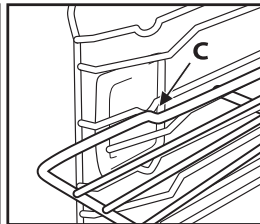

Fig. 3
3. Coloque nuevamente la parrilla en posición horizontal y empújela hasta el fondo "C" (fig. 3).